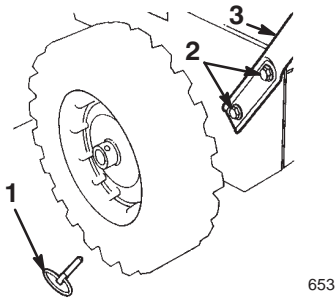

Figure 2
2. Retirez les goupilles des deux roues (Fig. 2) et faites glisser ces dernières d'environ 2,5 cm vers l'extérieur.
5. Placez les trous du côté gauche de l'ensemble mancheron face à ceux du panneau latéral gauche, et fixez le mancheron à l'aide de deux vis d'assemblage et de rondelles bombées serrées à la main (Fig. 2).